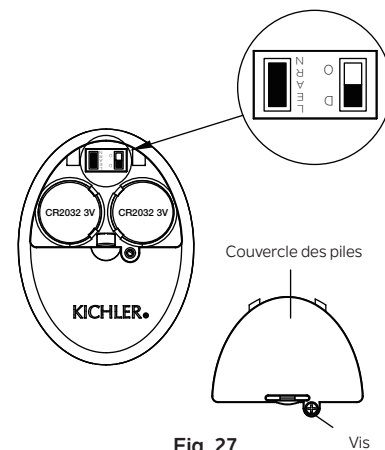

Fig. 27
Sinon, la télécommande ne fonctionnera pas. Pour effectuer ce processus manuellement, suivez les étapes ci-dessous : Après l'installation et le câblage de l'unité, rétablissez l'alimentation de votre ventilateur, appuyez sur la touche LEARN et maintenez-la enfoncée pendant 1 à 3 secondes, le ventilateur se mettra en marche à vitesse moyenne et la lumière (si installée) s'allumera. Cela confirme que le processus d'apprentissage est terminé. Cette opération doit être effectuée dans les 30 secondes suivant la remise sous tension du ventilateur. (Fig. 27)
REMARQUE : Assurez-vous que l'interrupteur à glissière dans le compartiment à piles marqué « D O » est en position « D ». (Fig. 27)
Étape 4. Remettez le couvercle de la pile et serrez avec un tournevis. (Fig. 27)